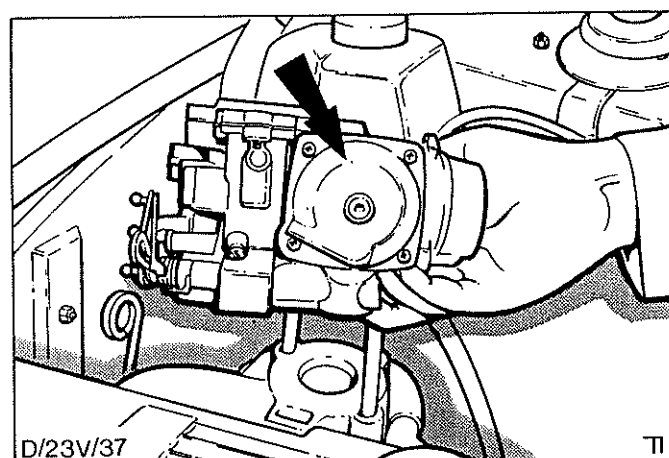

Abb.41 Vergaser entfernen
9. Muttern (2) und Unterlegscheiben entfernen, Vergaser abheben, Abb.41.